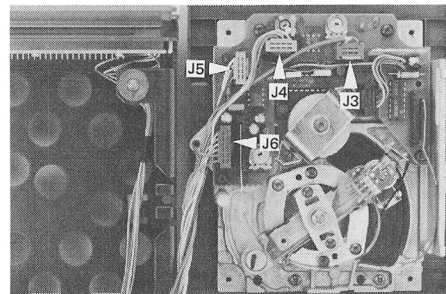

Fig. 2.6
- Anstelle der sechs Steckverbindungen sind nur deren vier zu loesen (siehe Fig. 2.6).